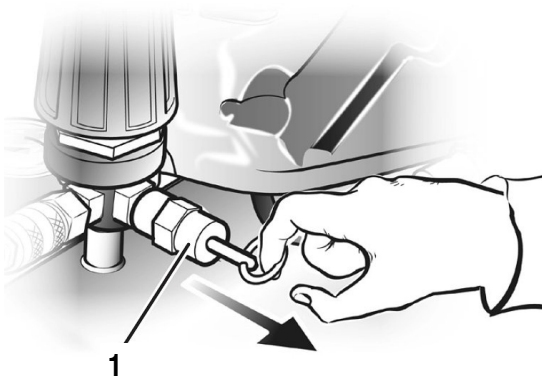

Abb. 6: Sicherheitsventil
Schritt 2: Öffnen Sie das Sicherheitsventil (Abb. 6) indem Sie den Ring nach außen ziehen (der Druckbehälter muss unter Druck stehen) bis die Druckluft hörbar abbläst. Anschließend lassen Sie den Ring wieder los.